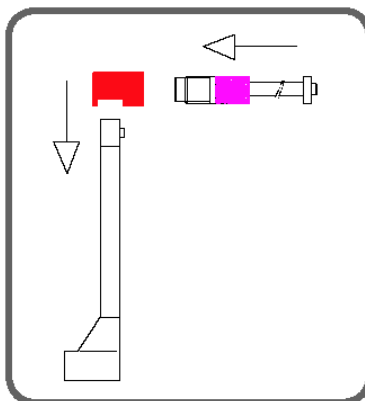

Рис. 17 Установка удлинителя для мотоциклетных колес
2. Подсоединить сменный удлинитель к потенциометру расстояния и диаметра (см. рис. 17).
2. Подсоединить сменный удлинитель к сенсору (см. рис. 17).